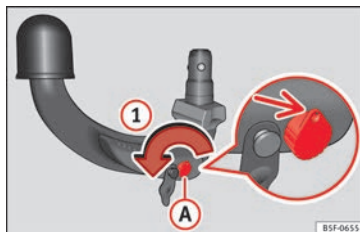

Abb. 223 Schritt 1
- Drehen Sie den Schlüssel in Pfeilrichtung **①**, bis sich der gelochte Teil des Schlüssels oben befindet **» Abb. 223**.